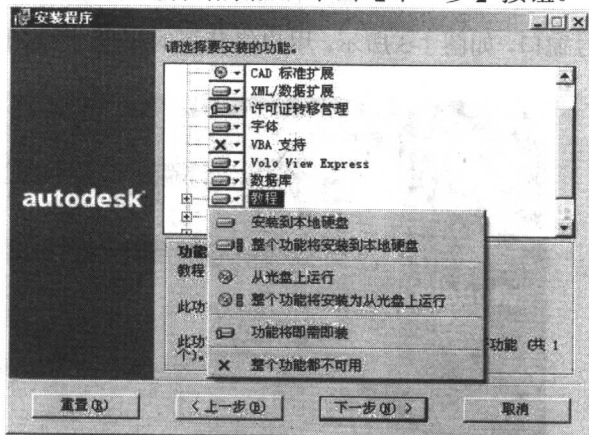

图 1-5 安装 AutoCAD 2002 —— 定制安装内容
(7) 对要安装的内容进行选择。如图 1-5 所示, AutoCAD 2002 提供了程序文件、纹理贴图、CAD 标准扩展、XML/数据扩展、许可证转移管理、字体、VBA 支持、Volo View Express、数据库、教程、词典、样例、批处理打印等内容供不同要求的用户进行选择。单击每个选项左边的箭头, 都可以出现一个下拉菜单, 显示不同的需要, 例如安装到本地硬盘、从光盘上运行、整个功能都不可用等。同时, 窗口下部的“功能说明”对该项内容进行说明, 帮助用户更好地选择。用户根据自己使用情况进行选择, 单击其中一项, 则此项安装内容前的图标改变, 用以区分不同的要求情况。选择结束后, 单击【下一步】按钮。